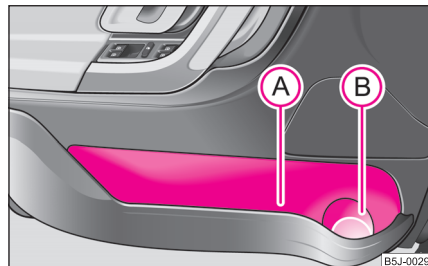

Fig. 87 Vide-poches dans la contre-porte
Afin de ne pas entraver le bon fonctionnement de l'airbag latéral, utilisez le niveau (A) ⇒ fig. 87 du vide-poches pour y mettre des objets ne dépassant pas. ■